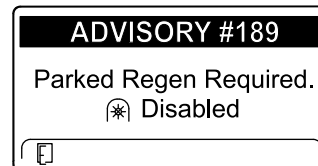

Figura 55
- Se non eseguite una rigenerazione parcheggiata entro 2 ore, l'InfoCenter visualizza il messaggio di richiesta della rigenerazione parcheggiata e di disabilitazione della presa di forza ADVISORY #189 (Figura 55).